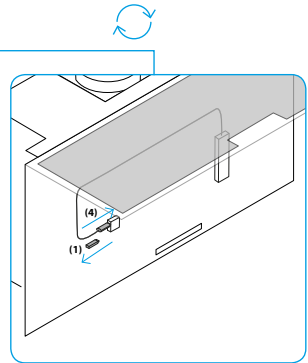

Fig. 3 Enkel installation av mottagaren
Fig. 3 **Installazione semplificata del ricevitore** Il ricevitore può essere installato facilmente senza strumenti aggiuntivi: aprire la parte anteriore della cappa, rimuovere la levetta (1) e collegare il ricevitore (4).